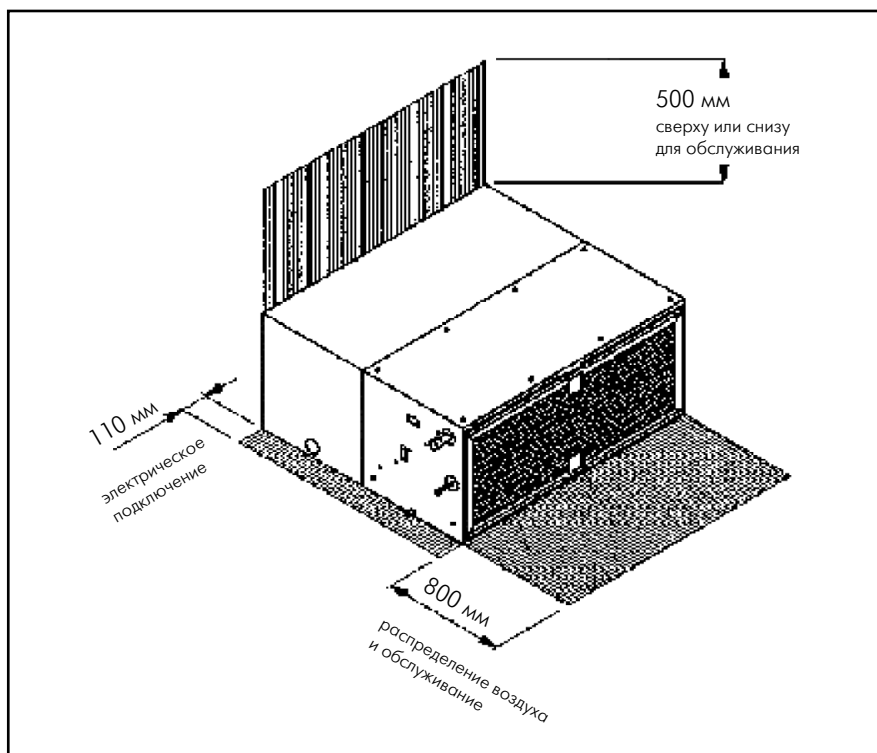

Рис. 3. Минимальные зазоры вокруг агрегата
- Если рядом устанавливаются несколько блоков, между ними должно быть достаточное расстояние (см. рис. 3).
1. Патрубки для подключения фреонового трубопровода расположены в левой части секции теплообменника 40MS (см. рис. 3).
При установке рядом нескольких блоков кондиционеров, расстояние между ними должно быть не меньше, чем указанные на рис. 3 минимальные зазоры вокруг каждого агрегата.